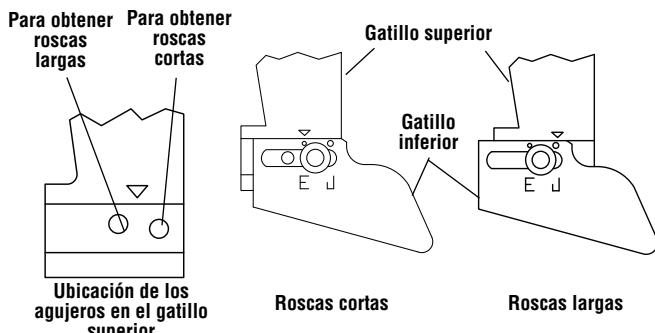

Figura 18 – Ajuste de la longitud de la rosca
2. Para roscas cortas, desplace el gatillo inferior hacia el husillo de la máquina. Para roscas largas, desplace el gatillo inferior para alejarlo del husillo (vea la Figura 18, que muestra los ajustes de fábrica). Las roscas largas típicamente se prefieren en el Lejano Oriente y las roscas cortas se prefieren en Europa. Haga el ajuste que usted deseé.